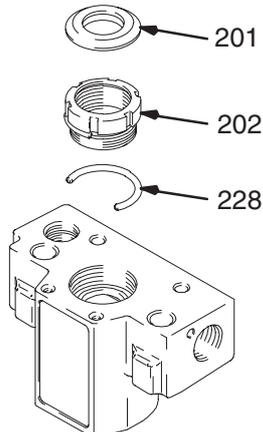

Fig. 13
Fig. 13. Instale la junta (201) en la tuerca prensaestopas (202). Instale el espaciador de ajuste del cuello (202) en la tuerca prensaestopas. Instale, sin apretar, la tuerca prensaestopas en el colector.